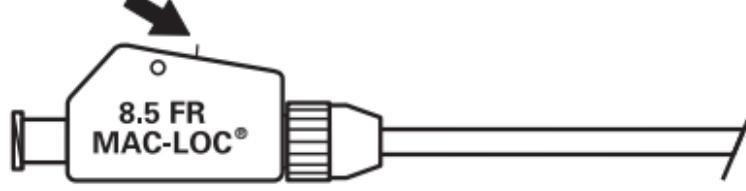

Fig. 3
- c. Klip overskydende sutur af. (**Fig. 3**)